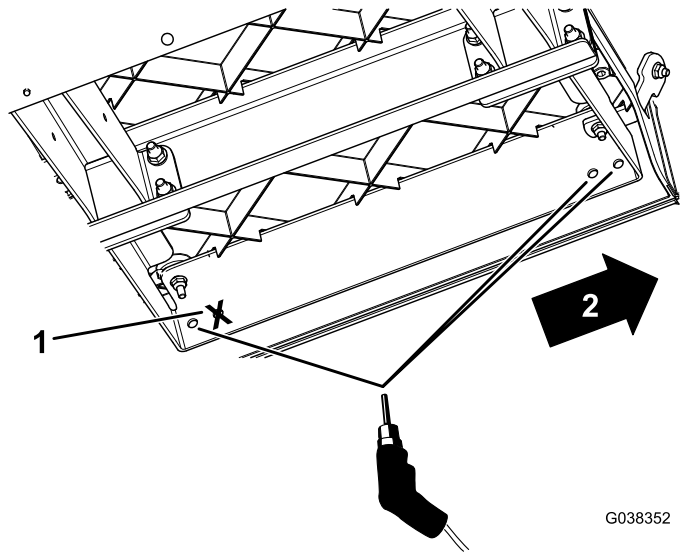

Figura 6
- Utilizando os novos suportes da placa do piso como guia, faça três furos (9,5 mm de diâmetro) em cada placa do piso (Figura 6).
Importante: Faça apenas os dois furos frontais nos novos suportes da placa do piso e o furo traseiro mais afastado, como se mostra na Figura 6.